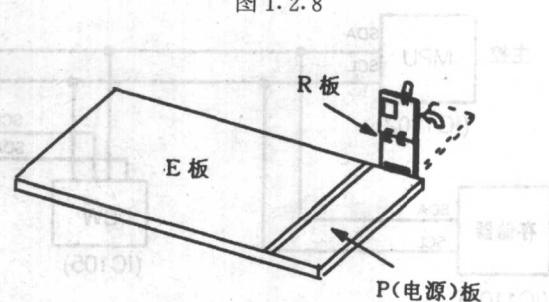

图 1.2.9
④立起主板，见图 1.2.9 所示。至此完成将机芯移动到其维修位置的过程。